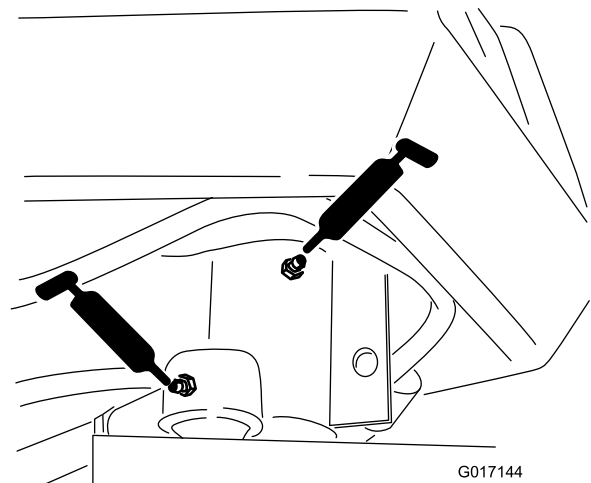

Figura 28
- Eixo da direção (1) (Figura 28)
- Extremidade da barra do cilindro da direção (Figura 28)